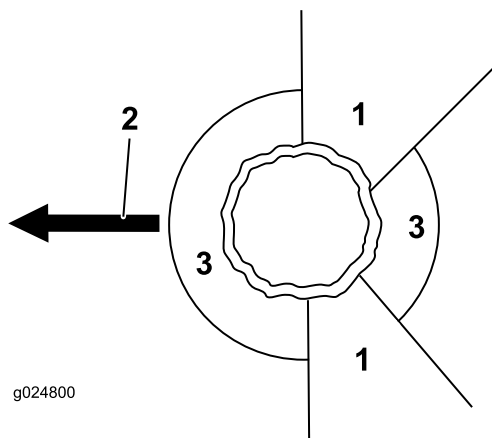

Figura 16
- Determine una vía de escape despejada y segura para retirarse de la zona de peligro, consulte Figura 16.